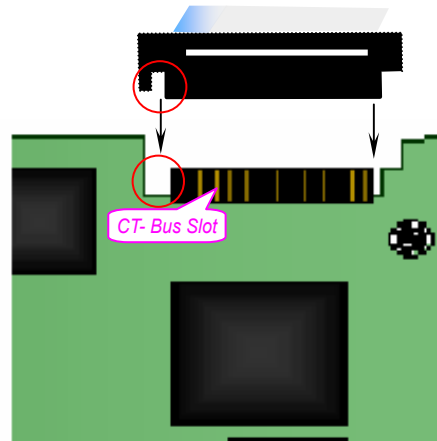

图 2-18 H.100 总线接线方法
- ① 连接时需注意各插头按同一方向插入，不要扭转，如图 2-18所示。